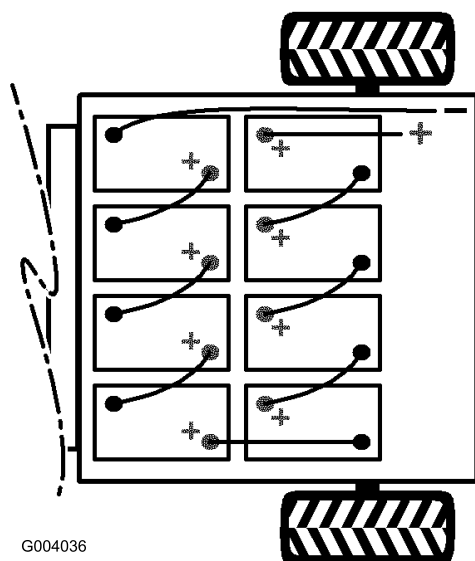

Figura 11
4. Instale as baterias (gravura Figura 11).
Nota: Obs.: Preste atenção à polaridade das baterias quando trocar de baterias (Figura 11).
6. Ligue as baterias umas às outras com os cabos próprios (gravura Figura 11). As pontas dos cabos de ligação não podem tocar em arestas vivas.
7. Aperte o parafuso e fixe o outro lado do dispositivo de bloqueio com um parafuso novo (5/16 x 3/4 polegada) e porca flangeada (5/16 polegada) (Figura 11).
8. Ligue o fio positivo comprido e vermelho das baterias ao veículo (Figura 11).
9. Ligue o fio negativo comprido e preto das baterias ao veículo (Figura 11).